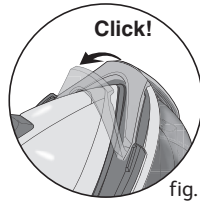

fig. 2
- Verrouillage - fig.2
- Posez le fer sur la plaque repose-fer du générateur et rabattez l'arceau de maintien sur le fer jusqu'à l'enclenchement du verrouillage (identifié par un « clic ») - fig.2.